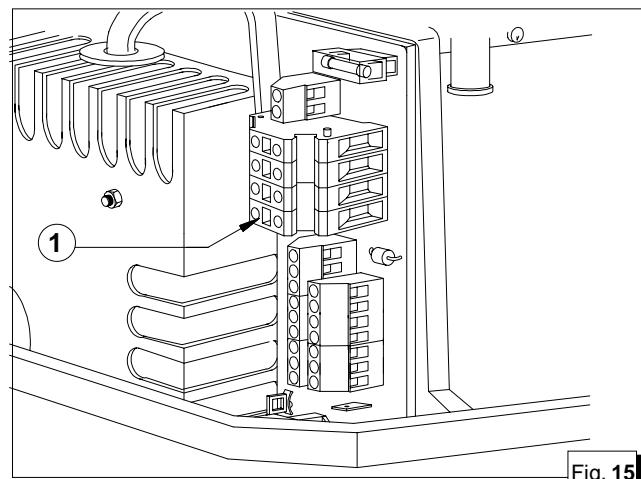

Fig. 15
Questo collegamento  eseguibile tramite la morsettiera di potenza (fig. 15, rif. 1).
This connection can be done through the power terminal board (fig. 15, ref. 1) placed inside the derivation box.
Ce raccordement est r  alisable gr  ce au bornier de puissance (figure 15, r  f.1).
- Per ottenere i collegamenti sia in parallelo che in serie utilizzare sulla morsettiera fig. 15 rif. 1 gli appositi ponticelli dati in dotazione negli accessori del gruppo elettrogeno.
- To make both parallel and serial connections, use the special bridges provided in the accessories to the electric generator on the terminal board fig. 15 ref. 1.
- Pour obtenir des liaisons aussi bien en parallèle qu'en série utiliser sur le bornier figure 15 - rèf. 1 les barrettes appropriées, livrées avec les accessoires du groupe électrogène.